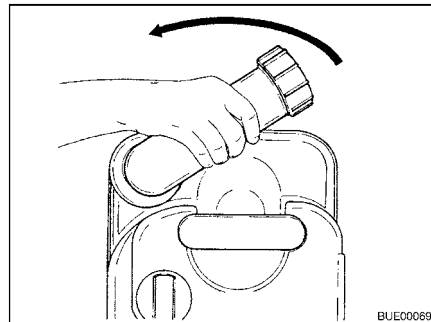

Bild 279 Entleerungsstutzen drehen
- Entleerungsstutzen nach oben drehen (Bild 279).